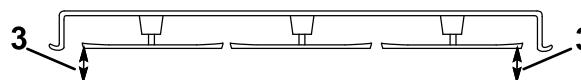

Figura 65
5. Misurate la distanza tra i taglienti esterni e la superficie piatta (Figura 64 e Figura 65).